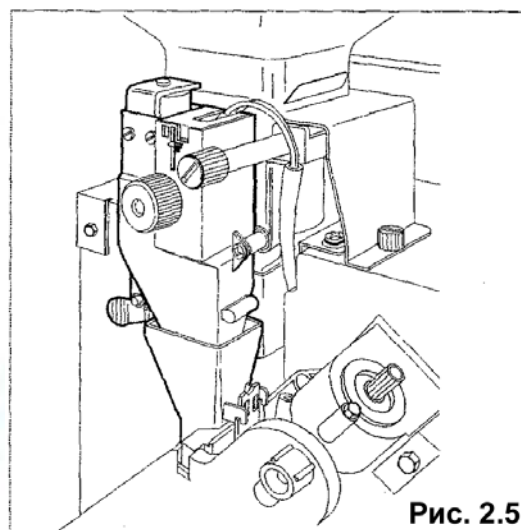

Рис. 2.5
- Мельница работает до тех пор, пока не будет получена доза молотого кофе, установленная дозирующим устройством (рис.2.5)